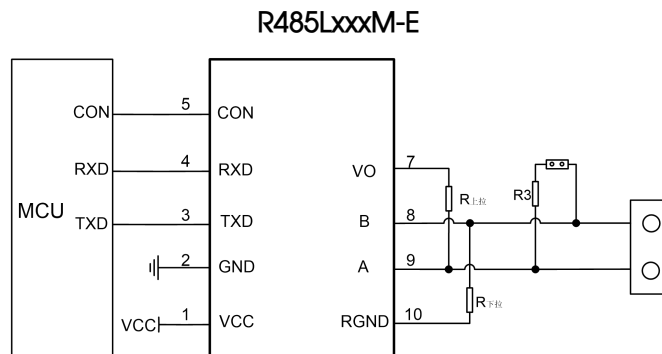
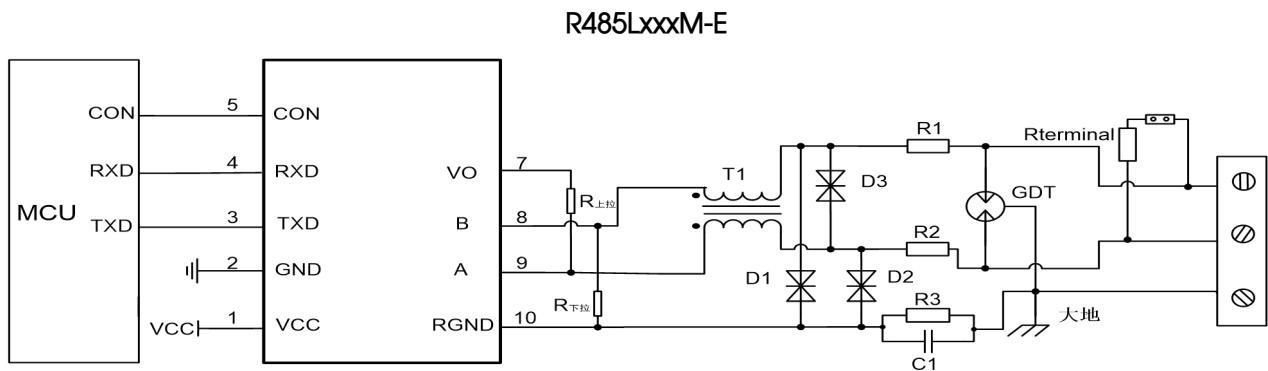

图 1. 典型应用电路
图 2. 端口保护推荐电路
IEC/EN 61000-4-2	Contact ± 8 kV (见图 2, A, B 端口) Perf. Criteria B
IEC/EN 61000-4-5	± 4 kV (线对地) (见图 2, A, B 端口) Perf. Criteria B
①如图 1 所示, R485LxxxM-E 隔离收发器模块的典型连接电路图, 其中 R485L521M-E 模块必须采用 5V 电源供电, 模块的 TXD、RXD 和 CON 脚接口匹配电平为 5V, 不支持 3.3V 系统电平, R485L321M-E 模块必须采用 3.3V 电源供电, 模块的 TXD、RXD 和 CON 脚接口匹配电平为 3.3V, 不支持 5V 系统电平。
②R 上拉、R 下拉为外部预留上下拉电阻位, 请根据实际情况来选择是否需要外部上下拉电阻。R485LxxxM-E 隔离收发器模块已内置 120k Ω 上下拉电阻, 一般情况下使用内部上下拉电阻即可满足需求。
①由于模块内部 A/B 线自带 ESD 保护, 因此用户一般在应用于环境良好的场合时无需再加 ESD 保护器件, 如图 1 所示的典型连接电路图。但如果应用环境比较恶劣(如高压电力、雷击等环境), 那么建议用户一定要在模块 A/B 线端外加 TVS 管、共模电感、气体放电管、屏蔽双绞线或同一网络单点接大地等保护措施。因此, 推荐应用电路如图 2 所示, 推荐参数如上表所示。推荐电路图和参数值只做参考, 请根据实际情况来确定是否需要电路图中的器件和适当的参数值。